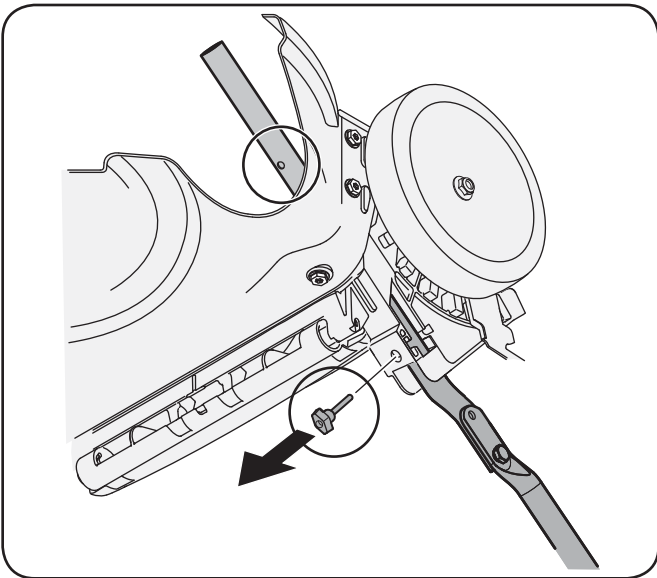

Figure 3-3
2. Retirez les boulons à tête en T des supports du guidon, comme la Figure 3-3.
- a. Relevez le guidon jusqu'à ce que les trous du guidon inférieur (voir l'éclaté de la Figure 3-3) s'alignent avec les trous des supports du guidon. Voir la Figure 3-4.